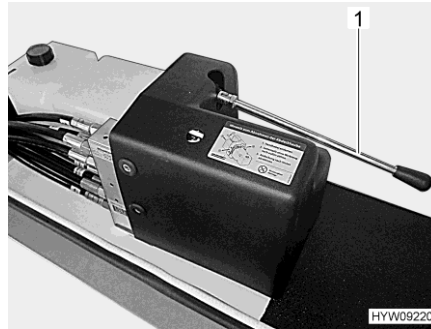

Bild 48 Spak (nödmanövrering)
- För in stödbenet med handpumpen. Pumpa sedan med spaken (Bild 48,1), tills stödbenet är infört.